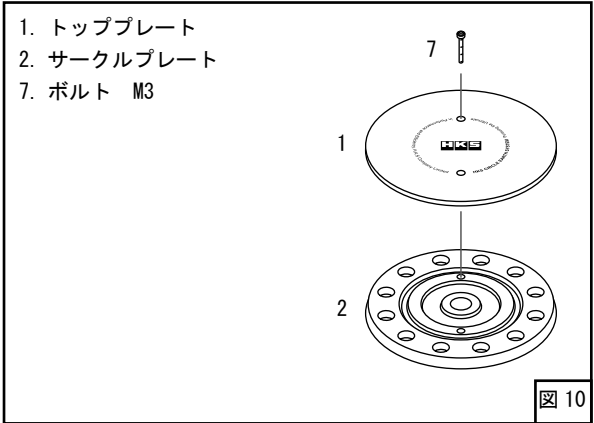

図 10
- (10) ワイヤーをキットパーツのタイラップを使用して車両のハーネス等に固定してください。
- (11) ボルト M3 を用いてサークルプレートにトッププレートを取付けてください。(図10)